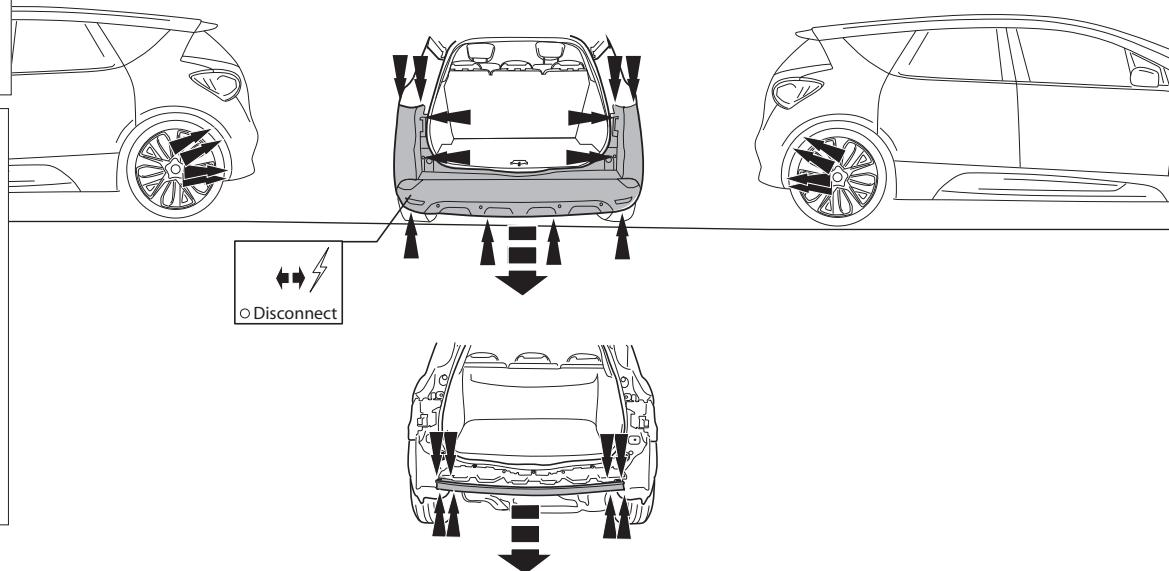

Fig. 1
- Снять оба блока задних фар. Снять бампер вместе со стальным буферным бруском автомобиля. См. рисунок 1.